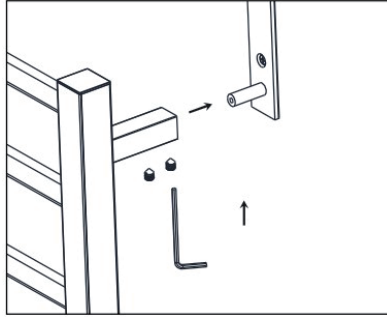

Figura 6
1. Afloje los tornillos de cabeza hueca en los dos lados de la parte calefactora, como se muestra en la figura 6.